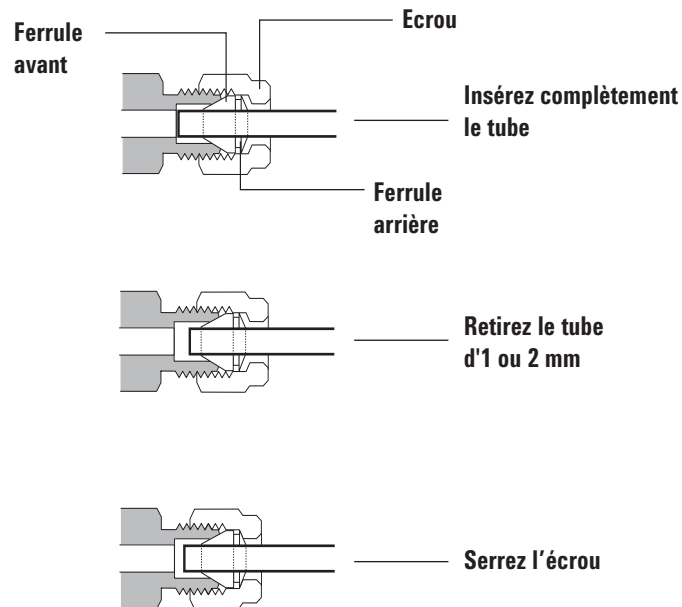

Figure 19 Insérez le tube
- 5 Poussez le tube à fond dans le raccord mâle, puis retirez-le de 1 à 2 mm (Figure 19).